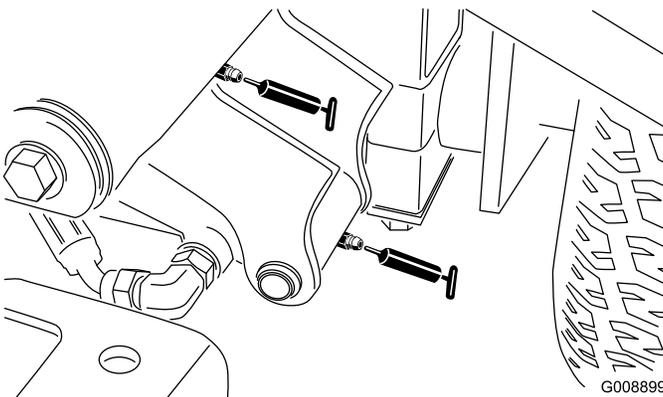

Bild 34
- Linke vordere Hubarm-Drehbüchsen und Hubzylinder (2) (Bild 34)